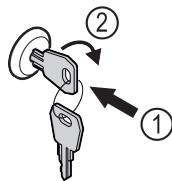

Fig. 127
- ▶ Introducir la llave Fig. 127 (1).
- ▶ Girar la llave 90° en sentido horario Fig. 127 (2).